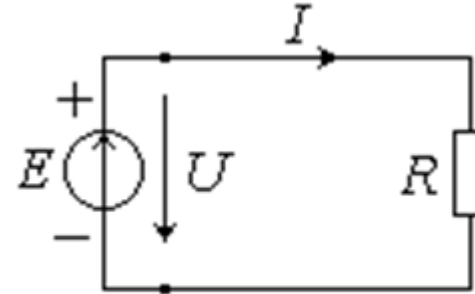

Рис. 1
- Електрична схема - зображення електричного кола за допомогою умовних знаків (Рис. 1).
При опорі навантаження  $R = 0$  в колі (*Рис. 1*) протікає струм короткого замикання  $I_{кз}$ , а напруга на клеммах ЕРС дорівнює нулю ( $U=0$ ).